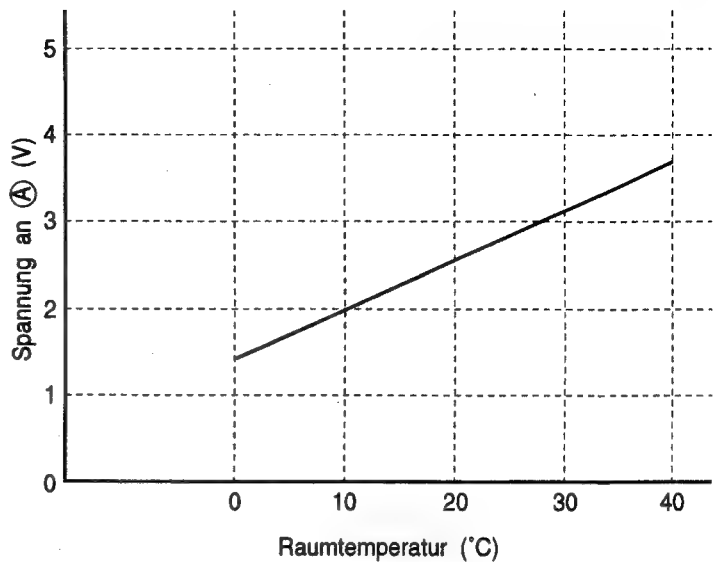

Abb. 5-2
Die Spannung an (A) hängt von der Raumtemperatur ab, wie es in Abb. 5-2 gezeigt ist.